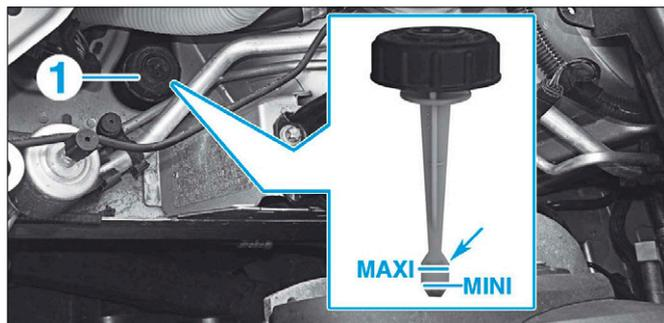
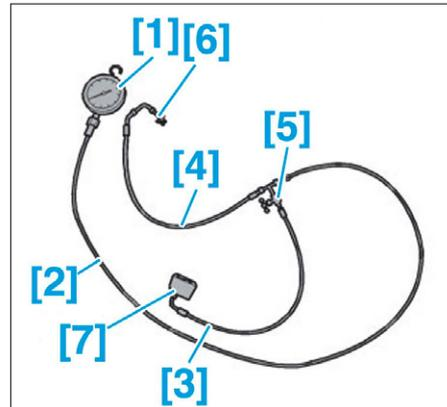

FIG. 23
FIG. 24
- Ouvrir le bouchon du réservoir (1) d'huile d'assistance de direction (Fig.23).
- Remplir le réservoir d'assistance de direction jusqu'au repère "maxi" (flèche) (Fig.23).
- [1]. Manomètre (ref. 0710-AZ).
- [2]. Flexible (ref. 0710-B1).
- [3]. Flexible (ref. 0710-B2).
- [4]. Flexible (ref. 0710-B3).
- [5]. Robinet trois voies (ref. 0710-C).
- [6]. Raccord (ref. 0710-J).
- [7]. Raccord (ref. 0710-K).
- [8]. Bouchons de contrôle de l'étanchéité de la valve (ref. 0710-H).
- Préparer l'appareil de contrôle (Fig.24).
- Fermer le robinet [5] pendant 5 secondes (Fig.24).